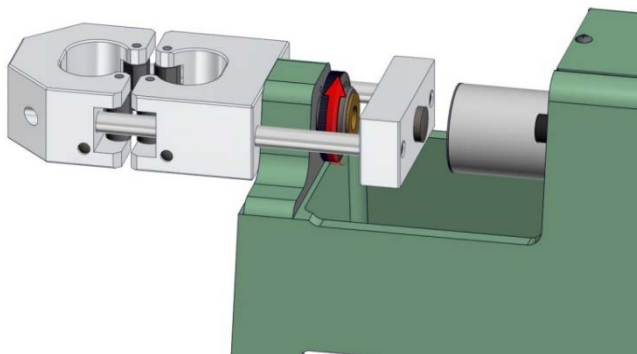

Figura 5.5.3
1. Volte a instalar o botão serrilhado grande no parafuso de ajuste grande do acessório de resistência à tensão a frio no lado oposto da extremidade da base. Consulte a Figura 5.5.3. em baixo.